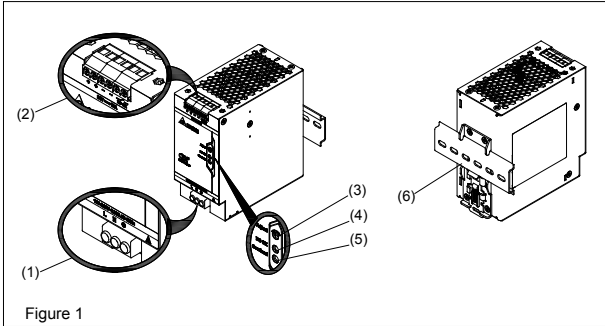

Figure 1
2. Gerätebeschreibung (Abb. 1)
4.1. Anschluss der Eingangsklemmen (Abb. 1, Abb. 6)
Bei Wechselstromeingangsverbindungen müssen die L, N und PE-Anschlüsse am Eingangsklemmenverbinder (siehe Abb. 1(1)) zum Herstellen der Verbindung für 100-240Vac verwendet werden. Abb. 6 zeigt den Anschluss an die unterschiedlichen Netztypen.
4.2. Anschluss der Ausgangsklemmen (Abb. 1 (2))
Verwenden Sie die Schraubklemmen „+“ und „-“, um den 24Vdc-Anschluss herzustellen. Am Ausgang stehen 24Vdc zur Verfügung. Die Ausgangsspannung kann am Potentiometer zwischen 24 und 28Vdc eingestellt werden. Die grüne LED „DC OK“ zeigt die korrekte Funktion des Ausgangs an (Abb. 1 (4)). Das Gerät verfügt über einen Kurzschluss-, Überlast- und Überspannungsschutz, der auf 35Vdc begrenzt ist.